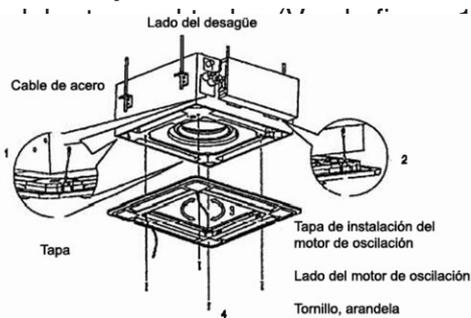

Figura 11
• b. Cuelgue los cuatro cables fijos del cuerpo principal a la tapa de instalación y a las otras tres tapas del motor de oscilación (figura 11)
- Monte el panel en el cuerpo principal con un tornillo (M5X16) y una arandela. (figura 11)
- Ajuste ligeramente el panel en la dirección de la flecha de la figura 11 (3) para ajustar su centro al centro de la abertura del techo. Asegúrese de que los ganchos de las cuatro esquinas están bien sujetos.